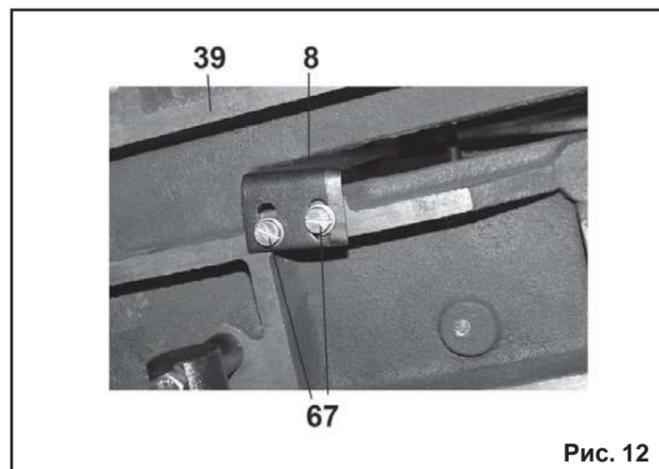
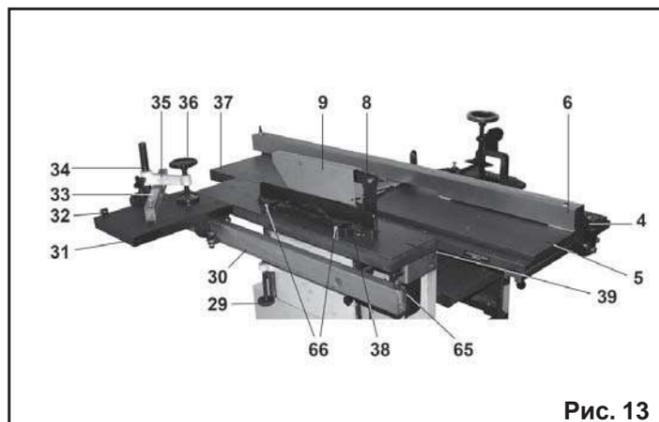

Рис. 12
Рис. 13
8.2.6. С нижней стороны распиловочного стола (39) установите и двумя установочными винтами (67) закрепите
рассекатель (8), Рис.12. На рассекателе (8) установите и закрепите защитный кожух (9), Рис. 13.
8.2.7. Для выполнения операции снятие фаски или выборки паза демонтируйте пильный диск (7) и рассекатель (8) с защитным кожухом (9). Установите и закрепите
8.2.11. Установите направляющую (30) ограничительными винтами (65) вверх. Выкрутите ограничительный винт (65), на направляющую (30) установите подвижный стол (31), установите ограничительный винт (65), Рис.13. При необходимости отрегулируйте положение подвижного стола (31).
и прижимное устройство (35), Рис.13.
8.2.13. На распиловочном столе (39), в соответствии с выбранным расстоянием, строго параллельно плоскости пильного диска (7) установите и закрепите двумя установочными винтами (66) направляющий упор (38). В зависимости от предстоящей операции - продольного пиления или торцевого пиления с использованием подвижного стола (31) установите направляющий упор (38) с левой или с правой стороны пильного диска (7), Рис.13.
Со стороны стола подачи (37) направляющую планку (6) закрепите барашковой гайкой (72) фиксатора (73), Рис. 13 -15.